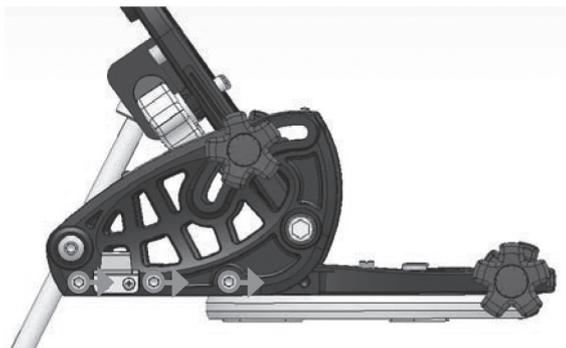

图 3
3. 移除侧板下部的固定螺丝，见图 3 上箭头左侧。每侧 3 颗，一共 6 颗。将楔架往图 3 箭头方向滑动，与底板上的前 3 个螺丝孔对齐。